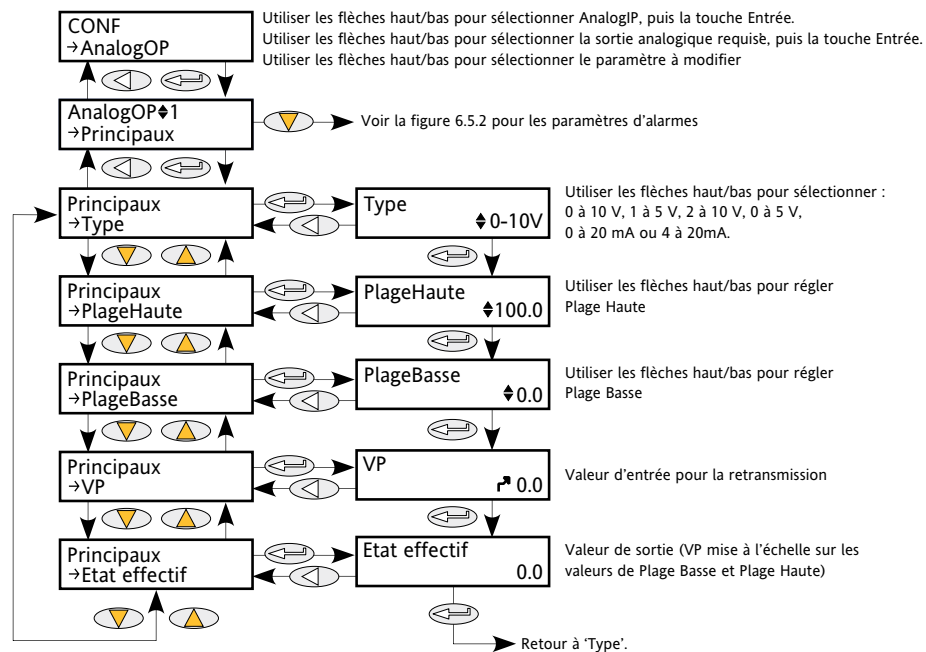
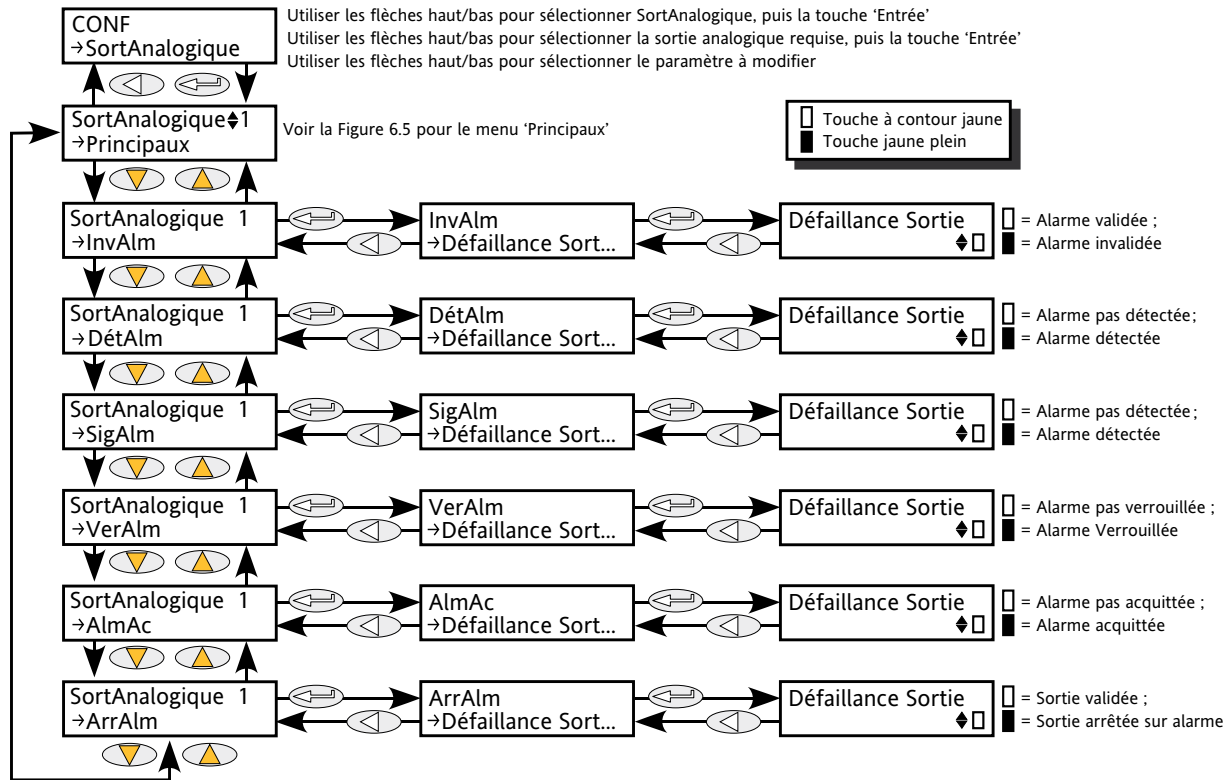

Figure 6.5.1 Menu « Principaux » des sorties analogiques
Figure 6.5.2 Accès aux paramètres d'alarmes de sortie analogique
Ceci fournit une sortie en courant ou en tension mise à échelle à partir de la variable de procédé (VP) à l'aide de Plage Haute ou Plage Basse. La figure 6.5.1 montre le sous-menu principal ; la Figure 6.5.2 montre les paramètres d'alarmes.